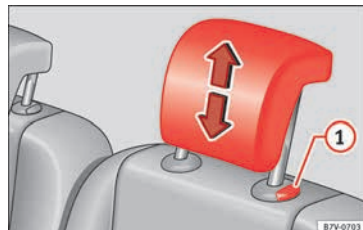

Abb. 154 Einbau der Kopfstützen der zweiten der dritten Sitzreihe.
- Bei gedrücktem Knopf die Kopfstütze »» **Abb. 154**  entnehmen.